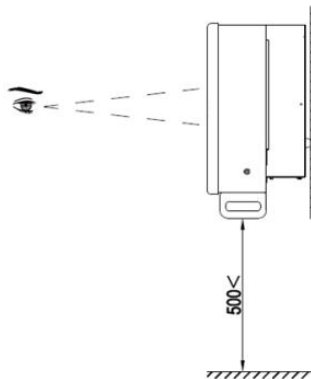

Abb. 4.3 Optimale Installationshöhe
- (2) Um den Installationsort herum muss ausreichend Platz vorhanden sein, um die Demontage und Montage des Wechselrichters und die Luftkühlung zu erleichtern, wie in Abb. 4.3 dargestellt.